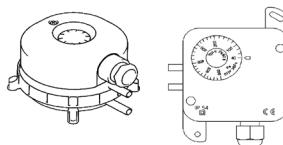

Рис. 4
- Реле давления, используемые для индикации загрязненности фильтров, показаны на Рис. 4